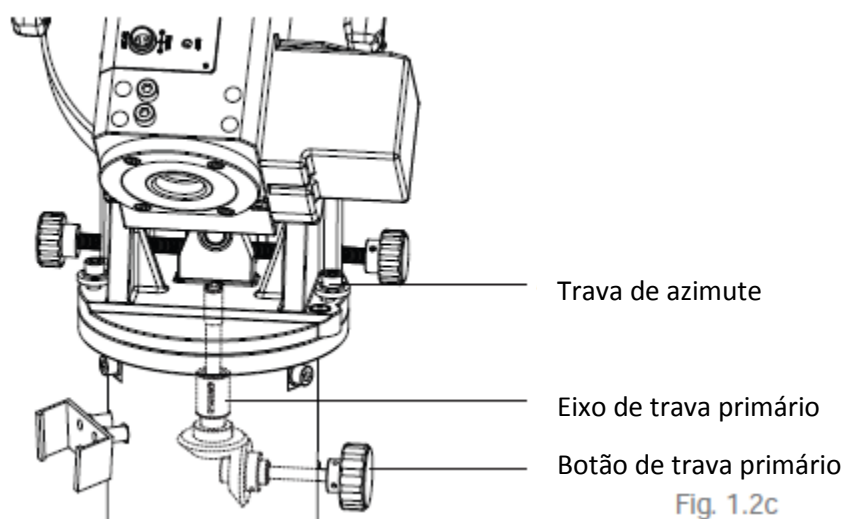

Fig. 1.2c
3. Coloque os dois parafusos de fixação de azimuth com arruelas para corrigir um pouco a montagem no topo do tripé. (Fig. 1.2c). Não aperte os parafusos ainda.
4. Gire o botão de travamento primário no sentido horário para rosca o eixo de travamento primário com o furo no centro do fundo da montagem. Gire o botão até que esteja apertado. (Fig 1.2c)